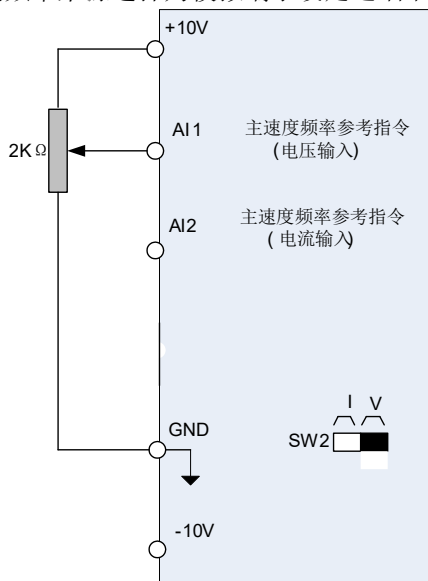

图 4.3.4 主速度频率参考指令之模拟输入
(2) 00-05/00-06=1:
- ① 输入 0V 至 AI1 端子
- ② 设定 04-00=1: (将多功能模拟输入端子 AI2 讯号选择为 4~ 20mA 输入)
- ③ 设定指拨开关 SW2 到 I(电流)的位置。
- ④ 设定 04-05=10 (AI2 讯号增加至 AI1)。
- 参照图 4.3.4 以了解主要速度频率来源选择为模拟端子设定之细节。